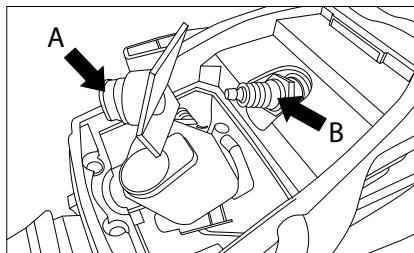

Fig. 25
2. Deconectați cablul de înaltă tensiune de la bujie (A) (Fig. 25).
3. Deșurubați bujie (B) cu cheia specială. NU UTILIZAȚI NICIU ANTRUMENȚIU ALTE.